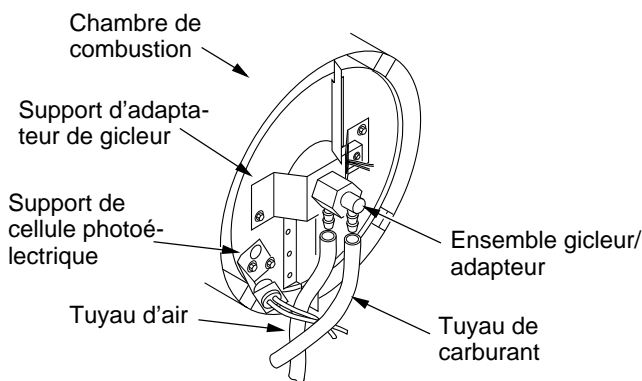
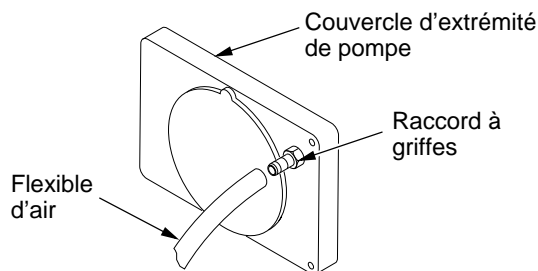

Figure 17 - Dépose des flexibles des conduites de combustible et d'air (modèle GK20)
Figure 21 - Flexible d'air au raccord à griffes
- Remettre la cellule photoélectrique dans son support. Acheminer les fils comme illustré à la figure 17 ou 18, page 11.
3. Enlever les flexibles des conduites de combustible et d'air du gicleur (voir figure 17 ou 18).
4. Vérifier que les flexibles des conduites de combustible et d'air ne sont ni fendillés ni troués. Si le flexible de combustible est endommagé, le débrancher de l'adaptateur de gicleur (voir figure 17 ou 18, page 11) et du filtre à combustible (voir page 8). Si le flexible d'air est endommagé, le débrancher de l'adaptateur de gicleur (voir figure 17 ou 18, page 11) et du raccord à griffes du couvercle d'extrémité de la pompe (voir figure 21).
5. Installer une conduite d'air et/ou de combustible neuve. Raccorder une extrémité du flexible d'air au raccord à griffes du couvercle d'extrémité de la pompe (voir figure 21) et l'autre à l'adaptateur de gicleur (voir figure 17 ou 18, page 11). Raccorder une extrémité du flexible de combustible au filtre à combustible (voir page 8) et l'autre à l'adaptateur de gicleur (voir figure 17 ou 18, page 11).
Pour les modèle GK20, acheminer les conduites de combustible et d'air à peu près comme illustré à la figure 17, page 11.